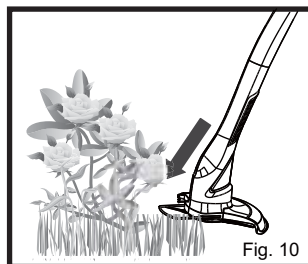

Fig. 10
Le coupe-herbe est équipé d'un gardien de fleurs qui peuvent être abaissé à pousser des fleurs loin de la ligne de coupe afin qu'ils soient protégées (Fig.10). Le gardien de fleur est un indicateur de la valeur maximale de coupe large de la ligne.
2. Faites balancer doucement le coupe-gazon d'un côté à un autre. (Fig. 10)